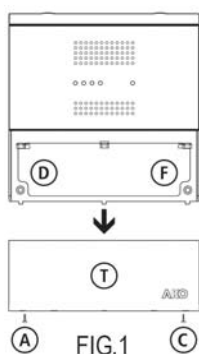

FIG.1
-Ta bort skyddet T från enheten (Fig.1).
-Montera skruvarna D och F (Fig.1)
-När all elektrisk installation är klar ska skyddet T monteras. Sätt fast skruvarna A och C (Fig.1).
-Sätt ihop fronten med höljet genom panelen. Dra fast de 45 mm långa skruvarna genom hålen D, F, G och J (Fig. 1 och 3).